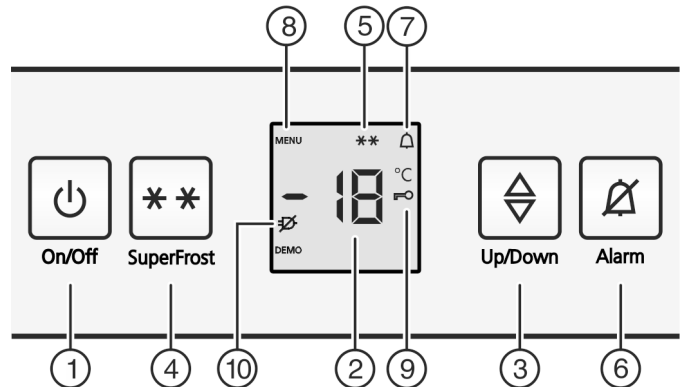

Fig. 2
- Premere il tasto On/Off Fig. 2 (1).
- Attivazione del modo regolazione: premere il tasto SuperFrost Fig. 2 (4) per ca. 5 sec.
- ▷ Sul display viene visualizzato il simbolo menu Fig. 2 (8).
- Confermare brevemente con il tasto SuperFrost Fig. 2 (4).
- ▷ Sul display si illumina il simbolo sicurezza bambini Fig. 2 (9).
- Premere brevemente il tasto On/Off Fig. 2 (1).
- ▷ Il simbolo sicurezza bambini Fig. 2 (9) si spegne.
- Premere il tasto Allarme Fig. 2 (6).
Contemporaneamente lampeggiano il display della temperatura e il simbolo Allarme Fig. 2 (7).
L'allarme acustico si disattiva automaticamente e il simbolo Allarme Fig. 2 (7) si spegne e il display della temperatura cessa di lampeggiare, quando la temperatura è di nuovo sufficientemente fredda.